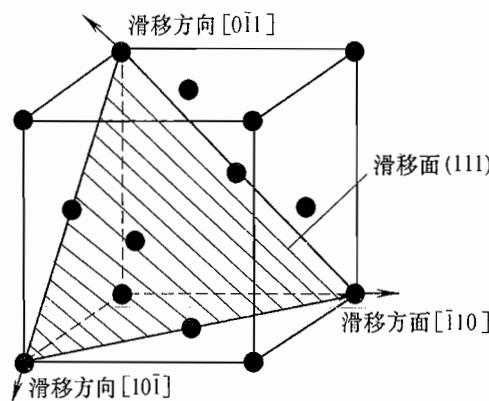

图 34-1 第三题第 1 小题解答图
1. 纯铜晶体具有面心立方结构，铜晶体的一个晶胞如图34-1所示，其原子半径为 $\frac{\sqrt{2}}{4}a$ 。
(3) 见图 34-1。